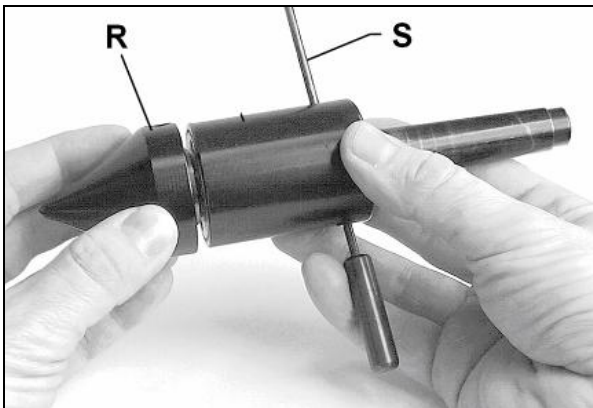

Fig 33
Zum Abschrauben der Kegelspitze (R, Fig 33) muss die Spindel mit dem Querstift (S) festgesetzt werden.